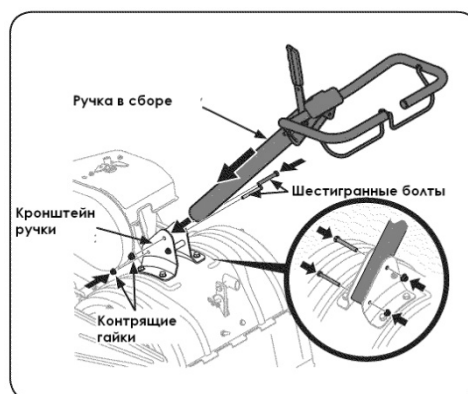

Рис.3
2. Установите ручку в сборе между двумя кронштейнами крепления ручки. См. Рис. 3.